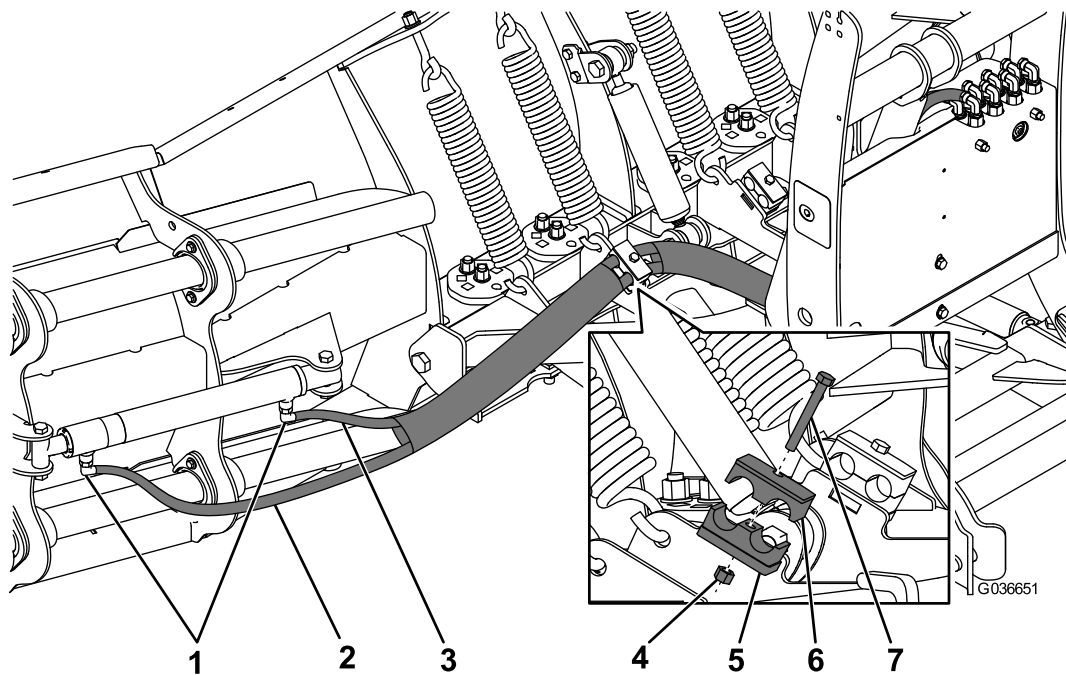

Bild 8
2. Schieben Sie die zwei Schläuche durch zwei Stücke der Schlauchhülle, wie in Bild 8 abgebildet.
3. Befestigen Sie die Schläuche mit einer Schraube (5/16") und Mutter zwischen den zwei Abschnitten der Schlauchhülle an der linken Schlauchklemme (Bild 8).
4. Verwenden Sie Gewindespermittel und befestigen die 90°-Anschlussstücke am linken Seitenverlängerungszyylinder (Bild 8).
5. Schließen Sie den 1.5 m langen Schlauch am inneren Anschlussstück am linken Seitenzylinder an (Bild 8). Drehen Sie das Anschlussstück, bis es handfest angezogen ist, und drehen es dann um eine weitere Viertel- bis halbe Umdrehung.
6. Schließen Sie den 1,8 m langen Schlauch am äußeren Anschlussstück am linken Seitenzylinder an (**Bild 8**). Drehen Sie das Anschlussstück, bis es handfest angezogen ist, und drehen es dann um eine weitere Viertel- bis halbe Umdrehung.
- Schließen Sie das andere Ende des Schlauchs am linken Schubrahmenzylinder (Bild 8) an und drehen Sie das Anschlussstück, bis es handfest angezogen ist; drehen Sie es dann um weitere eineinhalb bis drei Umdrehungen.